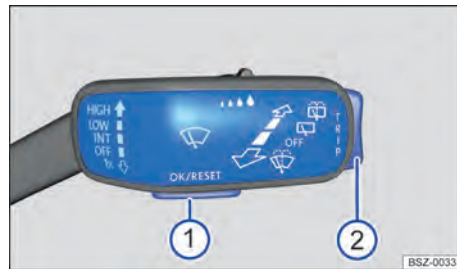

Abb. 14 An der Lenksäule rechts: Tasten am Scheibenwischerhebel (Prinzipdarstellung).
Fahrzeuge ohne Multifunktionslenkrad: Solange eine Warnmeldung der Priorität 1 angezeigt wird, können keine Menüs aufgerufen werden. Einige Warnmeldungen können mit der Taste **OK/RESET** → Abb. 14 ① bestätigt und ausgeblendet werden.
2. Wenn eine Meldung oder das Fahrzeug-Piktogramm angezeigt wird, Taste **OK/RESET** → Abb. 14 ① drücken, gegebenenfalls mehrmals.
3. Zur Anzeige der Menüs → Seite 28 oder um aus einem Menü oder einer Informationsanzeige zur Menüauswahl zurückzukehren, Wippe **TRIP** → Abb. 14 ② gedrückt halten.
4. Um durch die Menüs zu blättern, Wippe **TRIP** → Abb. 14 ② oben oder unten drücken.
5. Um das angezeigte Menü oder die Informationsanzeige aufzurufen, Taste **OK/RESET** → Abb. 14 ① drücken oder warten, bis sich das Menü oder die Informationsanzeige nach einigen Sekunden automatisch öffnet.
1. Im angezeigten Menü Wippe **TRIP** → Abb. 14 ② oben oder unten drücken, bis der gewünschte Menüpunkt markiert ist.
2. Um die gewünschten Änderungen vorzunehmen, Taste **OK/RESET** → Abb. 14 ① drücken.